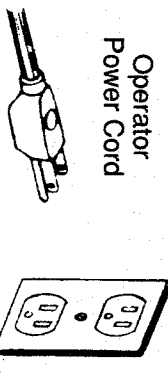

Fig. 28.
- 1 PLUG OPERATOR POWER CORD INTO GROUNDED OUTLET.** (Fig. 28)